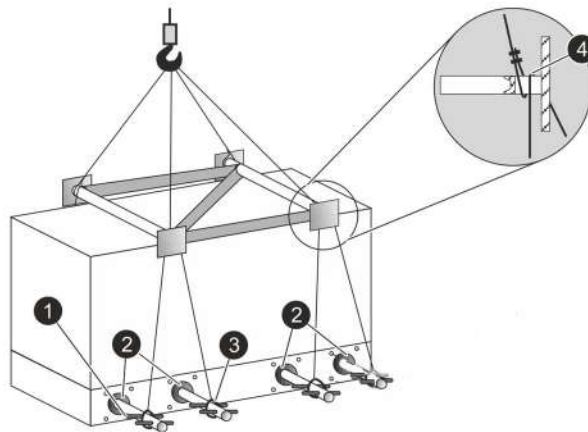

Fig. 13: Transporte con travesaño superior (ejemplo)
2. Introduzca los cuatro tubos de elevación (incluidos en el volumen de suministro) en las aberturas de transporte marcadas (Fig. 13/2) en la base del aparato.
3. Asegure los cuatro tubos de elevación con pasadores (Fig. 13/1) a ambos lados.
4. Coloque la cuerda en el travesaño superior (no incluida en el volumen de suministro) entre la placa de seguridad y el perfil en U (Fig. 13/4).
5. Fije los cabos de la cuerda (no incluida en el volumen de suministro) alrededor de los extremos del tubo a ambos lados entre los pasadores (Fig. 13/3).
10. ➤ Retire los pasadores (Fig. 13/1) de los tubos de elevación y extraiga con cuidado los tubos de elevación de las aberturas de transporte (Fig. 13/2).